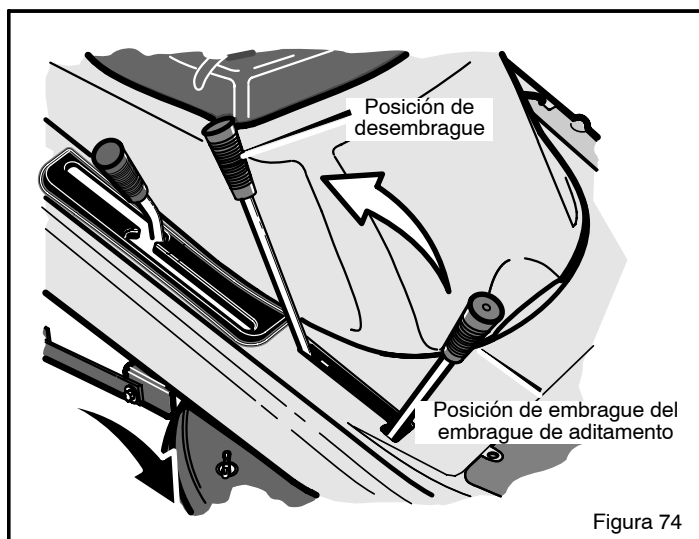

Figura 74
2. Ponga el **embrague de aditamento** en la **posición de DESEMBRAGUE** (Figura 74).